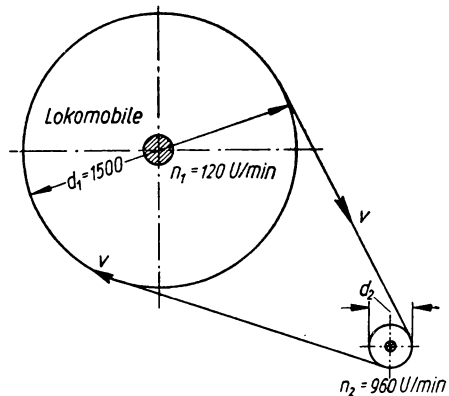

Bild 14
**45.** Die Welle einer Kreiselpumpe soll durch Riemen mit  $n_2 = 960$  U/min von dem Schwungrade einer Lokomobile aus angetrieben werden (Bild 14). Letzteres hat 1500 mm Durchmesser und läuft mit  $n_1 = 120$  U/min. **a)** Wie groß ist die Riemengeschwindigkeit? **b)** Welchen Durchmesser muß die Riemenscheibe der Pumpenwelle erhalten?